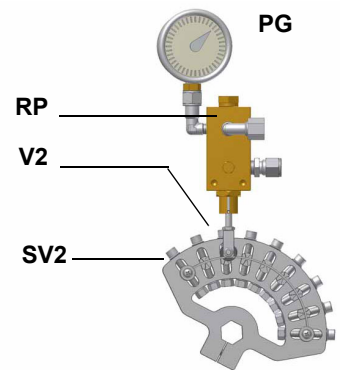

Fig. 4
2. Desplazar el VD hacia adelante hasta el tope, fig. 4.